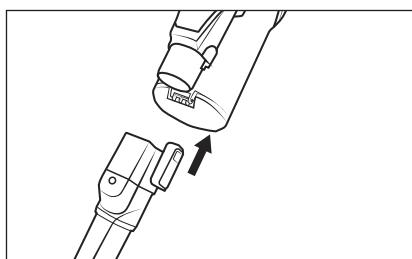

Fig. 14
- ◆ Sæt tilbehøret på sugerøret 24 eller produktets sugeåbning, indtil det klikker hørbart på plads (se fig. 14). Vær opmærksom på, at låsen har den rigtige stilling.